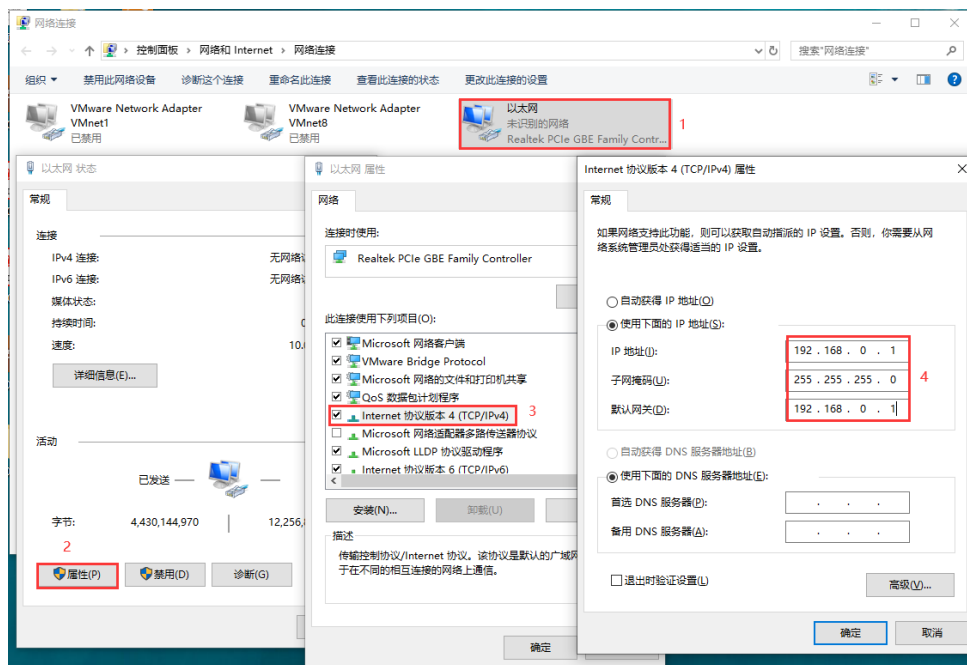

图 5-3 IP 参数设置界面
(1) 将电脑 AA 的本地 IP 设置为静态 IP，设置参数如图 5-3 所示，设置参数如框 4 中所示。